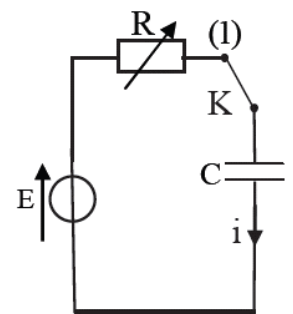

Figure 1
- 1- Reproduire le schéma de la figure 1 et indiquer comment est branché un système d'acquisition informatisé pour visualiser la tension $u_C(t)$.
- 4- En exploitant les courbes (1) et (2), déterminer la valeur de la capacité C du condensateur et celle de la résistance R_2 .